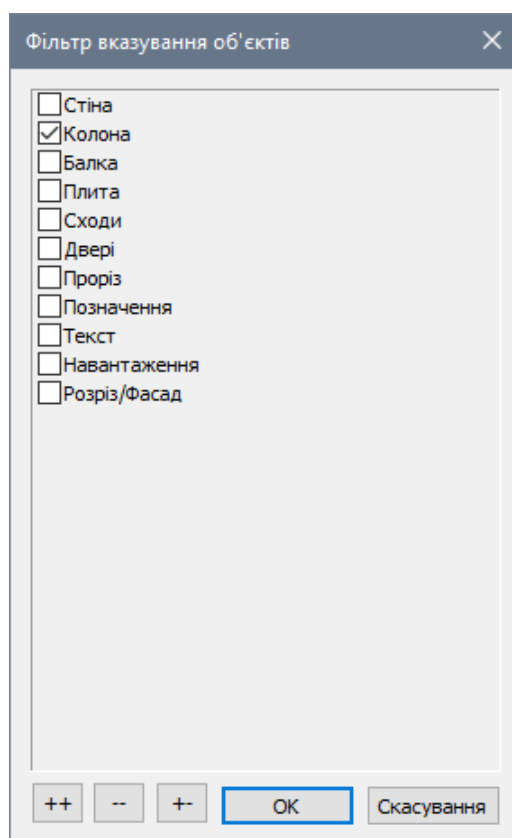

Рис. 27.13. Діалогове вікно Фільтр указування об'єктів
- Викличте діалогове вікно **Фільтр указування об'єктів** (рис. 27.13) натисканням по кнопці  **Фільтр указування об'єктів** на панелі інструментів **Візуалізація**.